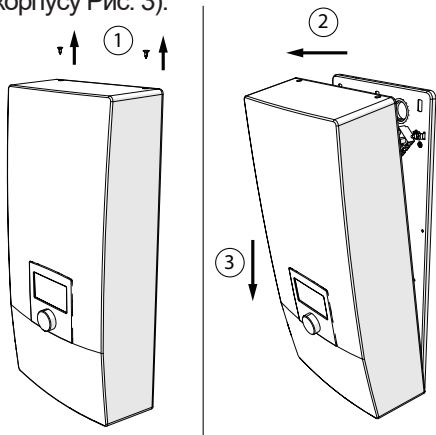

Рис. 3. Снятие корпуса нагревателя
- Ослабьте два винта на верхней части корпуса, затем снимите его, наклонив верхнюю часть к себе и потянув вниз. Отсоедините кабель, соединяющий материнскую плату с платой регулятора температуры, прикрепленной к корпусу (Рис. 3).